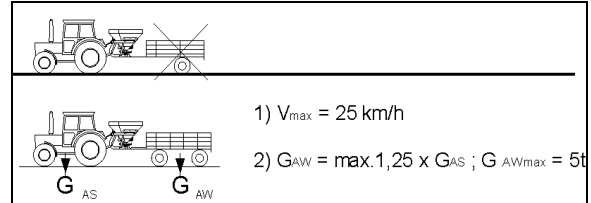

图 46
6. 固定的后轮（图 46/1）
- 安装并用弹簧插销（图 46/2）固定在中间插孔中，或者
安装固定式脚轮时，确保销栓（图 46/3）穿过框架上的孔，从而使脚轮保持纵向。